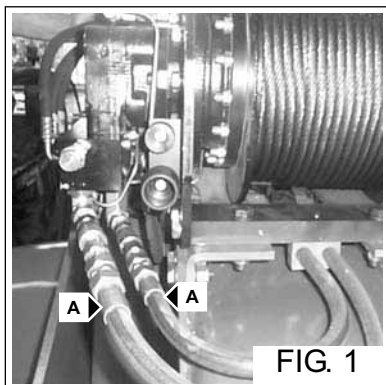

FIG. 1
- Relier les raccords hydrauliques au treuil (Fig. 1 - Réf. A).
- Connect the hydraulic fittings to the winch (Fig. 1 - Ref. A).
- Conectar las conexiones hidráulicas con el cabrestante (Fig. 1 - Ref. A).